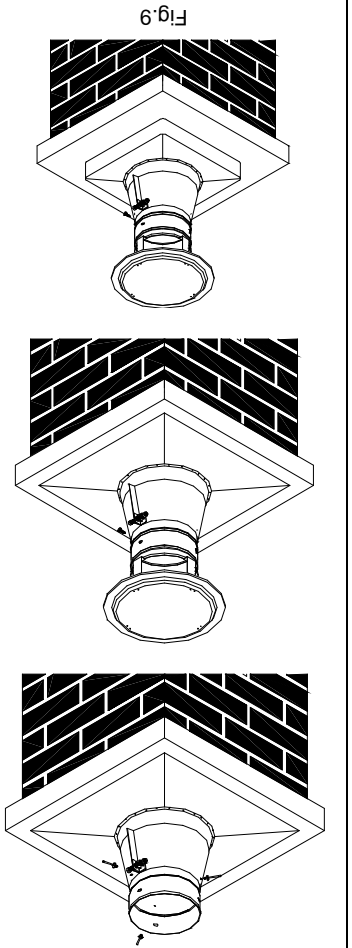

Fig. 9
1. Insérez la plaque du support supérieur par-dessus la gaine de cheminée et placez-la au sommet du couronnement ou du boisseau. Si la mise en place a lieu au sommet du boisseau, il est possible de découper la plaque du support pour qu'elle en adopte le contour (Fig.9).
Pour la gaine rigide : Insérez le collet du support supérieur par-dessus la gaine rigide pour qu'il s'appuie sur le cône du support et serrez-le solidement sur la gaine. Fixer le collet du support à la gaine à l'aide des rivets en acier inoxydable qui sont fournis (Fig. 9). Comme mentionné au début de ce manuel dans la section "Généralités", faites le choix des longueurs de gaine pour ne pas avoir plus de 6 pouces de gaine au-dessus du collet du support supérieur.